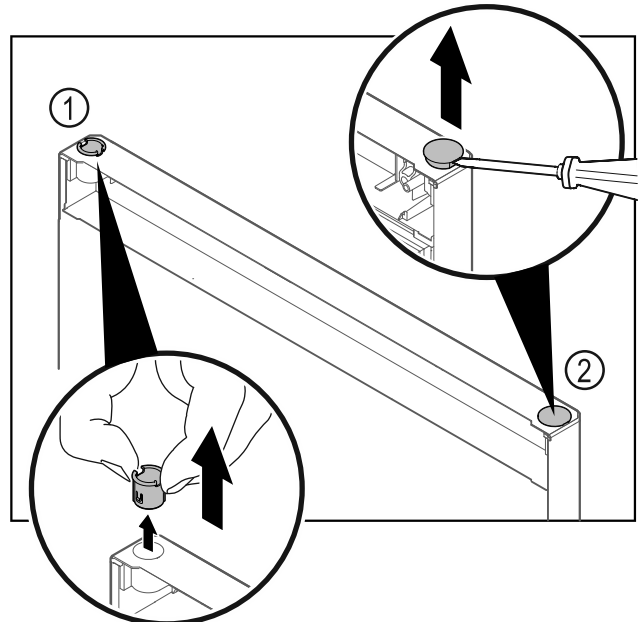

Fig. 28 Hűtőrész ajtaja
- ▶ Húzza ki az ujjával a csuklópánt-perselyt Fig. 28 (1).
- ▶ A fedődugót Fig. 28 (2) egy csavarhúzóval óvatosan emelje meg és húzza ki.